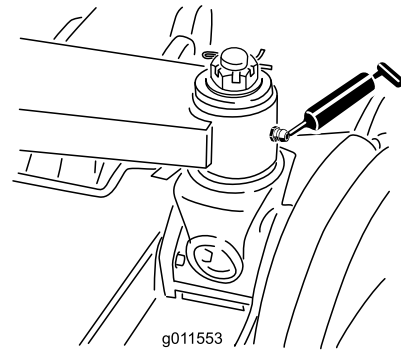
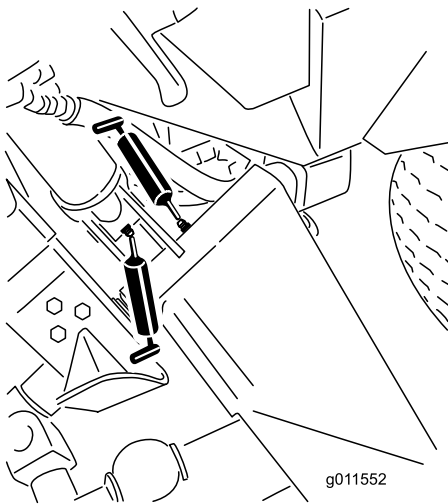

Figura 83
Figura 82
- Casquillos de los brazos de elevación principales (6) (Figura 82 y Figura 83)